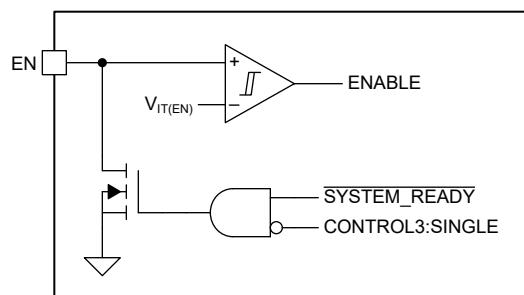

图 7-6. 使能功能方框图
使能 (EN) 引脚是双向引脚，具有两项功能。请参阅 图 7-6 :